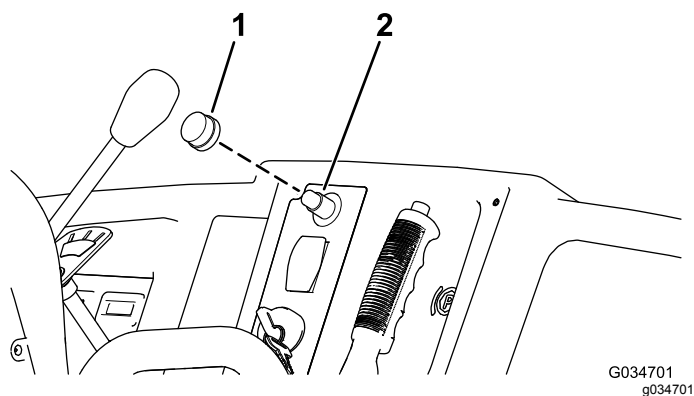

Figura 6
3. Montate il pulsante in gomma sull'interruttore dell'avvisatore acustico (Figura 6).